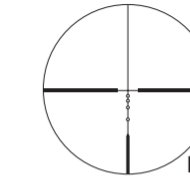
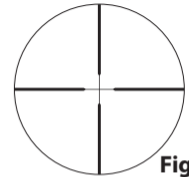
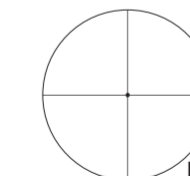
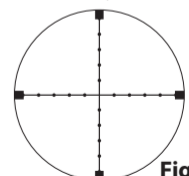

Fig. 3-4
Fig. 3-5
Fig. 3-6
Fig. 3-7
(2) Messa a fuoco
- ① Guardare attraverso l'oculare tenendo l'occhio a circa 10 cm (4 pollici) di distanza; si vedranno il reticolo BDC (Fig. 3-4), il reticolo Duplex (Fig. 3-5), il reticolo Fine Crosshair w/Dot (Fig. 3-6) o il reticolo Mildot (standard MIL) (Fig. 3-7). Assicurarsi che l'occhio sia ben allineato e alla giusta distanza (eye relief); in caso contrario si vedrà "tutto nero".
- ② Puntare l'estremità dell'obiettivo del riflescope verso il cielo (NON verso il sole) o su una parete di colore uniforme.
- ③ Ruotare la ghiera di regolazione dell'oculare in senso antiorario e poi in senso orario sino a quando il reticolo non appare ben nitido.
(3) Ingrandimento
Tenendo la torretta con le dita per evitare lo spostamento dell'anello graduato allineato, ruotare in senso antiorario la vite nella parte superiore della torretta con la chiave esagonale ① fornita finché la vite non fuoriesce. Rimuovere quindi la torretta (Fig. 3-5).